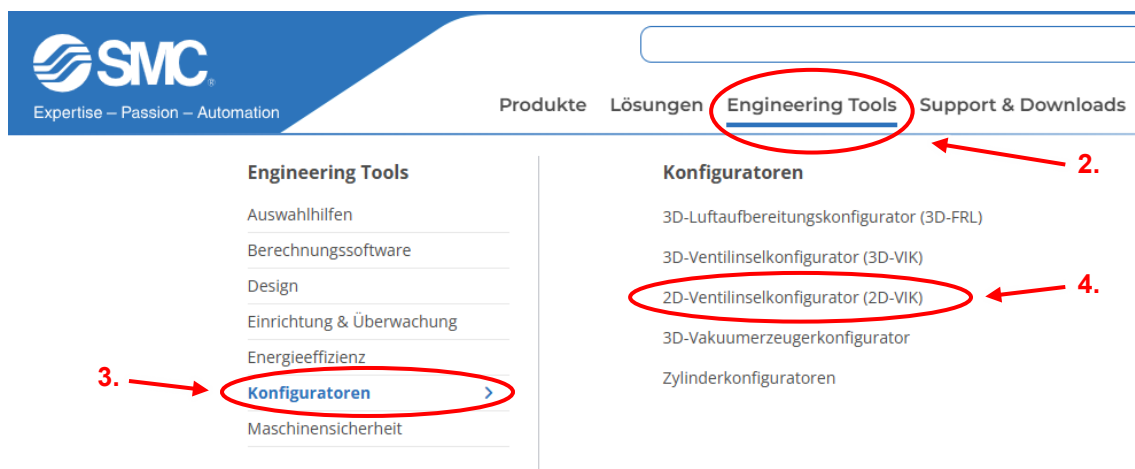

Abbildung 2
2. Zum Menüpunkt „Engineering Tools“ navigieren (Abbildung 2).
3. Im Dropdown-Menü zum Menüpunkt „Konfiguratoren“ navigieren (Abbildung 2).
4. Auf den Untermenüpunkt „2D-Ventilinselkonfigurator (2D-VIK)“ klicken (Abbildung 2).